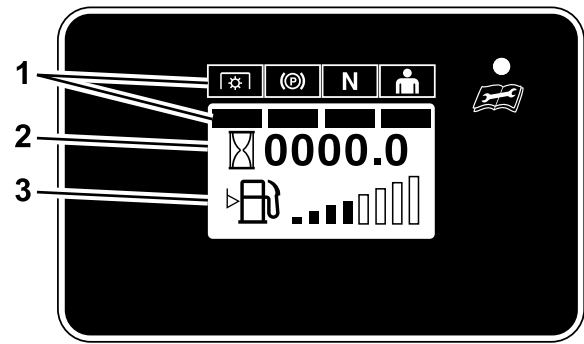

Figura 8
Una vez completada la secuencia de arranque, se muestra la pantalla predeterminada (Figura 8).
- Si el cortacésped está equipado con un sensor de combustible, se mostrará la pantalla predeterminada ilustrada en la Figura 8.